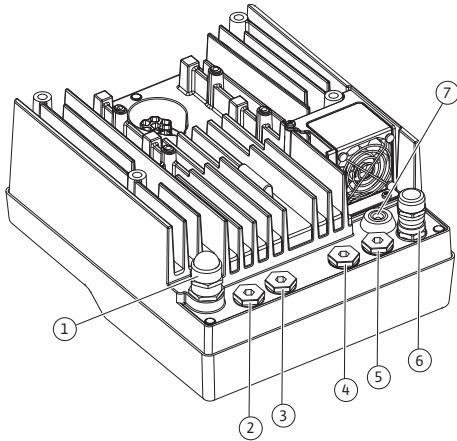

Fig. 18: Kabelverschraubungen/Kabeldurchführungen
4. Anschlusskabel durch die Kabelverschraubung M25 (Fig. 18, Pos. 1) führen. Kabelverschraubung mit vorgegebenen Drehmomenten festdrehen.